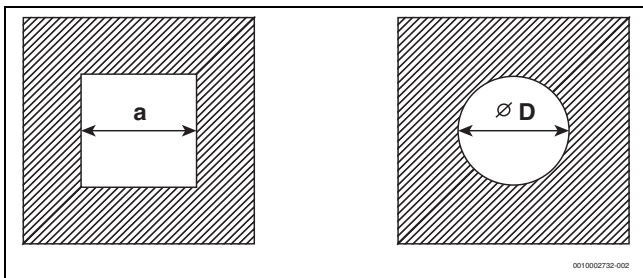

Рис. 5 Прямоугольное и круглое поперечное сечение
- ▶ Проверьте, соблюдаются ли допустимые размеры шахты для конкретного случая применения. Если размеры a_{\min} или D_{\min} **меньше нижних предельных**, то монтаж **не разрешается** (→рис. 5, таб. 7 и 8).